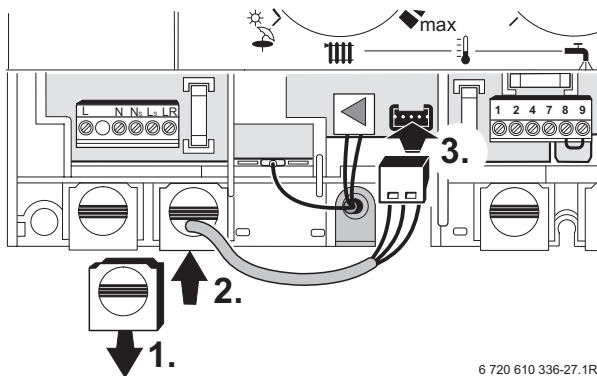

Fig. 23
- Infilare il cablaggio corto (solo UPE 15-60) del circolatore nel passacavo della morsettiere principale della caldaia, fig. 23.
- Collegare il suo connettore come da fig. 23.